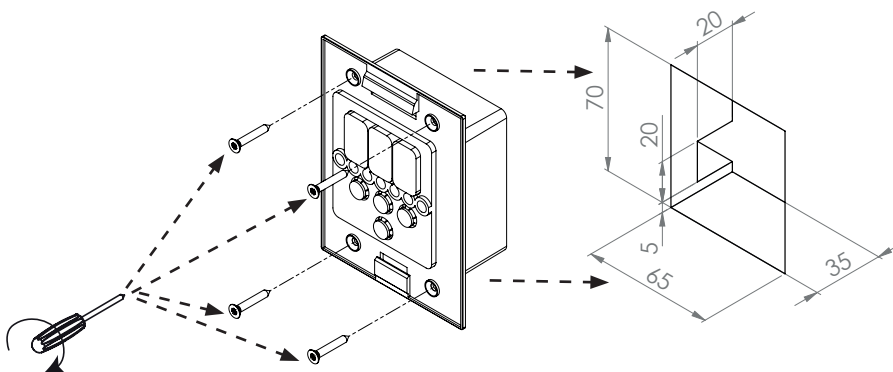
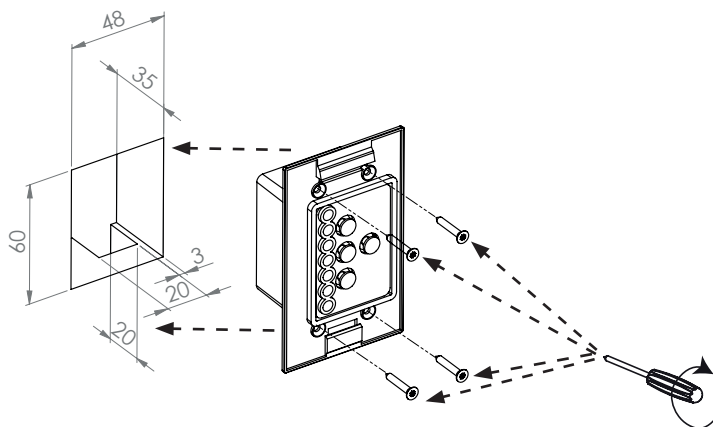

Bild 5 Montering av manöverenhet Pro D
Bild 6 Montering extrautgång manöverenhet (tillval)
1. Använd t.ex. en sticksåg för att såga upp ett hål på 70 x 65 eller 60 x 48 mm (se **Bild 5** och **Bild 6**).